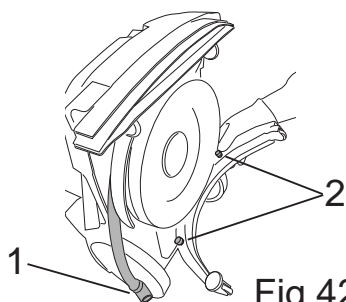

Fig.42
- Отсоедините шланг всасывания от скребка (рис. 42 - поз.1).
- Отверните рукоятки (рис. 42 - поз. 2).